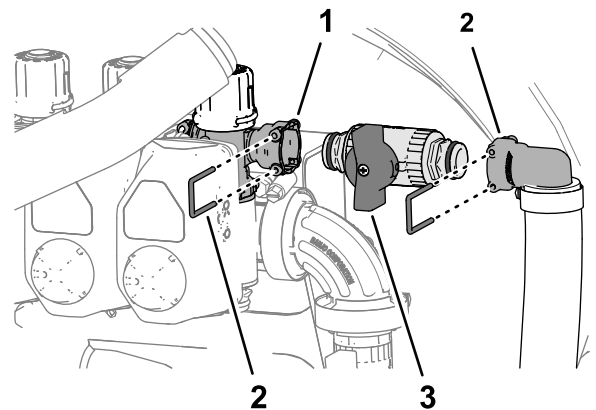

図 62
- A. シャットオフバルブのクイックコネクティングを右ブーム用バイパスバルブのクイックディスコネクティングに固定しているリテーナを外して、ソケットからバルブを取り出す 図 62。
- B. シャットオフバルブのクイックコネクティングをバーブ付き 90° フィッティングをバーブ付き 90° フィッティングのクイックディスコネクソケットに固定しているリテーナを外して、ソケットからバルブを取り出す 図 62。